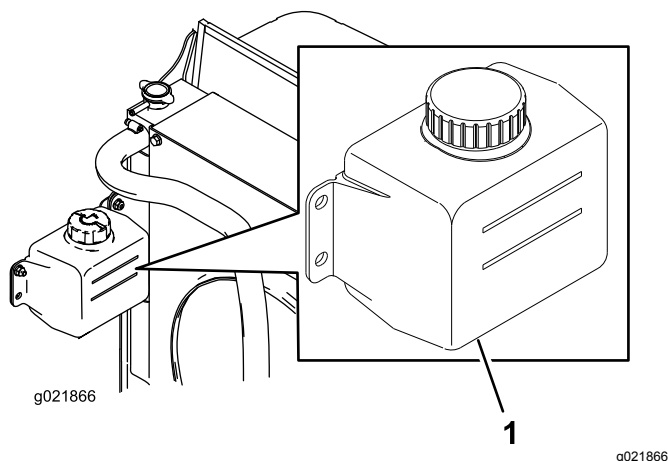

Figura 49
1. Compruebe el nivel de refrigerante en el depósito de expansión (Figura 49).